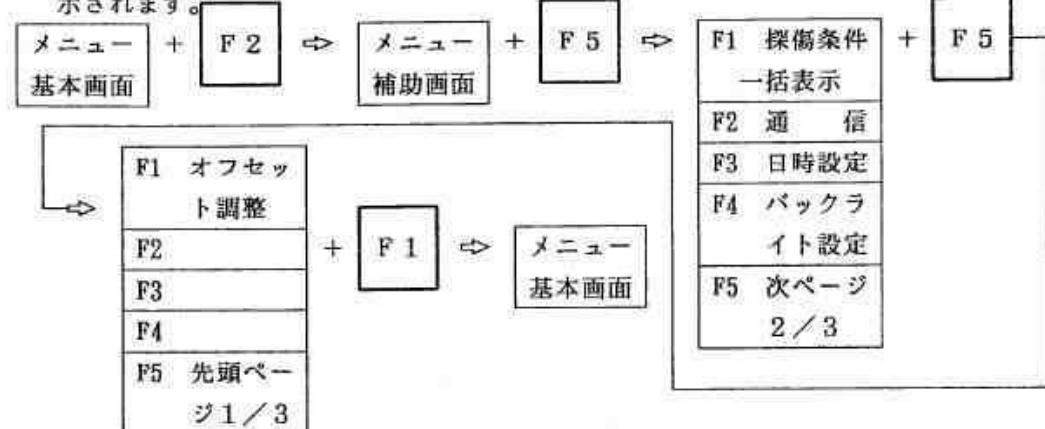

図 6.2.15 オフセット調整方法
- ① 選択キー [F 2] を1回押すとメニューエリアにメニュー補助画面が表示されます。
- ② 選択キー [F 5] を1回押すとメニューエリアに図 6.2.15 に示す選択メニューが表
- ③ 選択キー [F 5] を1回押すとメニューエリアに図 6.2.15 に示す選択メニューが表
- ④ 選択キー [F 1] を1回押すとオフセット調整を行います。図6.2.15に示したように、メニューエリアはメニュー基本画面に戻ります。